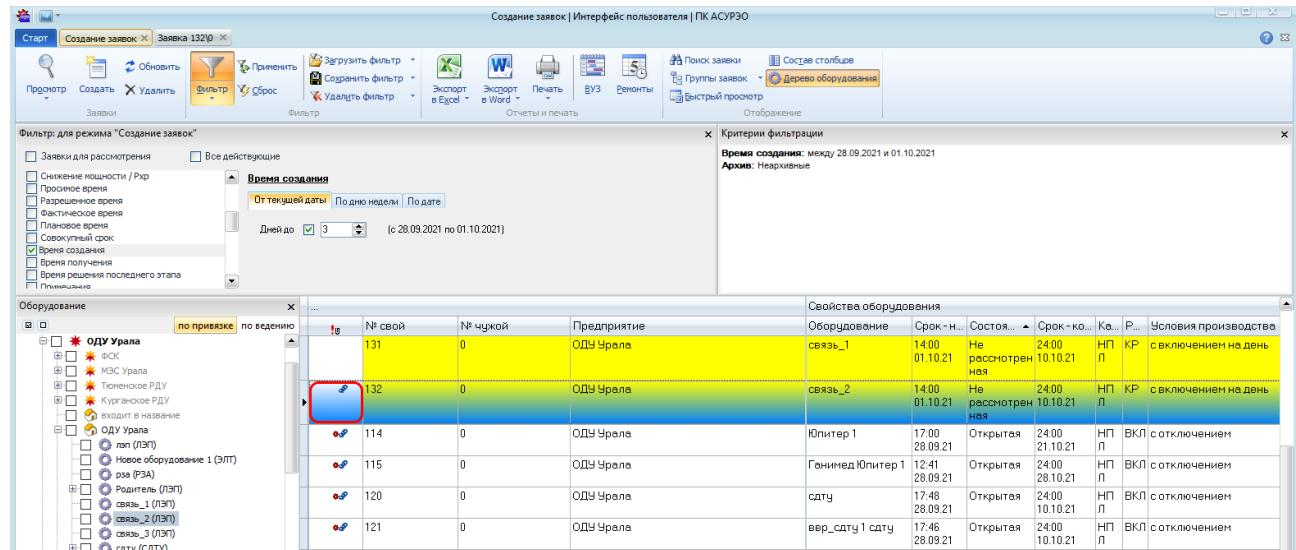

Рисунок 11.52 – Отображение пиктограммы в служебном столбце
- заявка будет выделена в списке пиктограммой «✉» в служебном столбце (Рисунок 11.52);